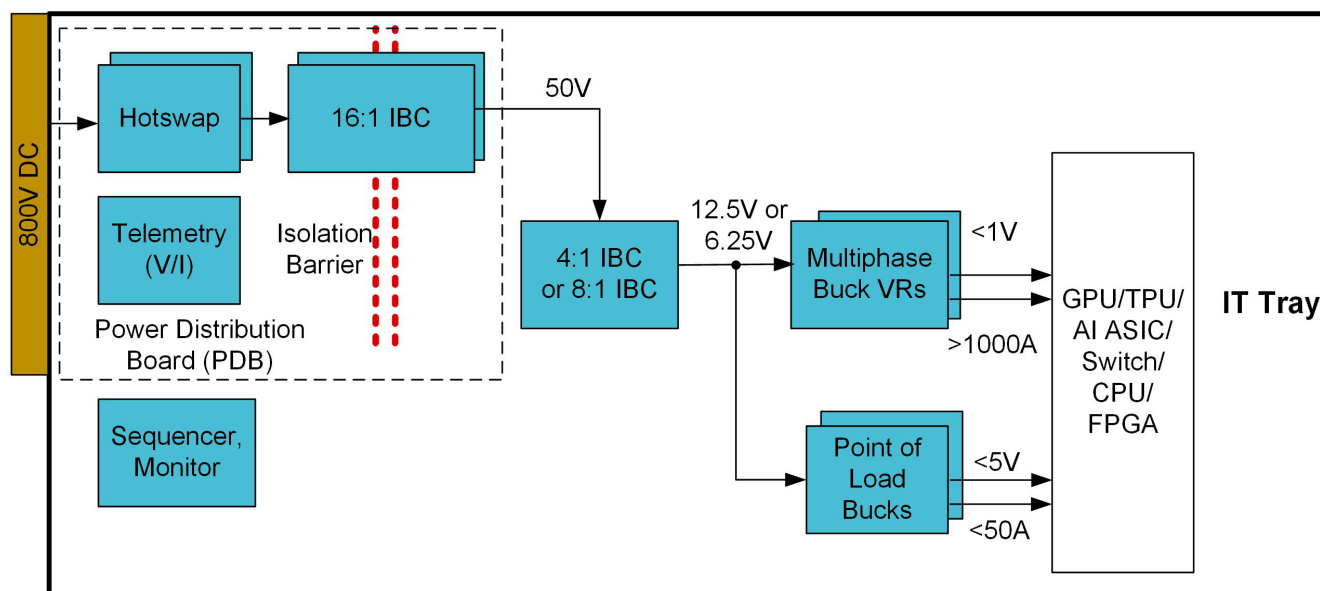

図 1. 800VDC システムの IT トレイ電力アーキテクチャ例
800VDC に移行すると、図 1 に示すように、電力供給アーキテクチャが変わります。IT トレイへの入力が 800VDC になるため、突入電流の制御や高電圧バスへの安全な接続の管理のために、より高い電圧のホットスワップ回路が要求されます。電力分配基板に配置された高変換比の中間バス コンバータ (IBC) は、電力を 800VDC からより低い中間バス電圧に変換します。このシステム内の絶縁バリア (強化絶縁を使用) は、高電圧システムを低電圧システムから分離します。電力アーキテクチャの残りの部分については、外観や使用感は 48VDC の人工知能 (AI) コンピューティングトレイと同様ですが、いくつかのバリエーションがあります。あるオプションでは、800V ～ 50V の IBC の後に、50V ～ 12.5V または 6.25V の IBC が続きます。